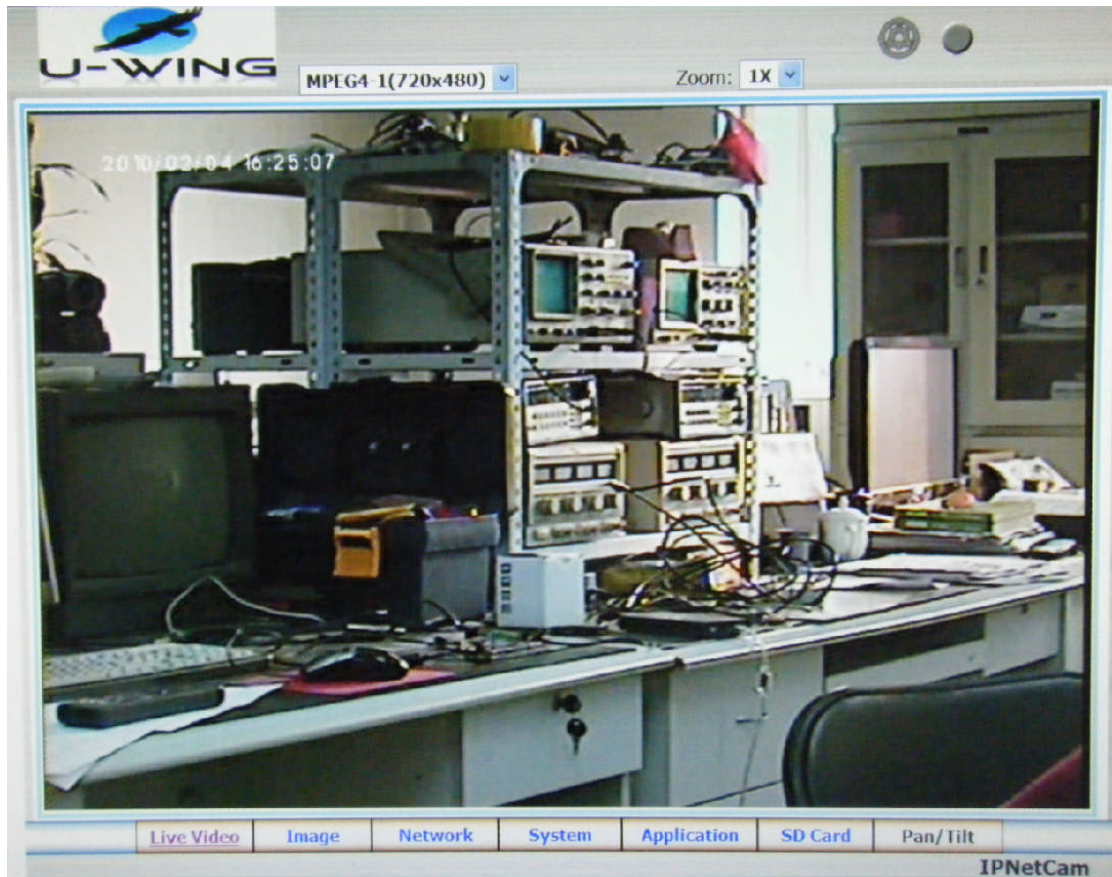

图 6-4 实时图像界面
4.安装完插件之后,就可以获得网络流媒体视频了,如图 6-4 所示 Live Video 一栏。